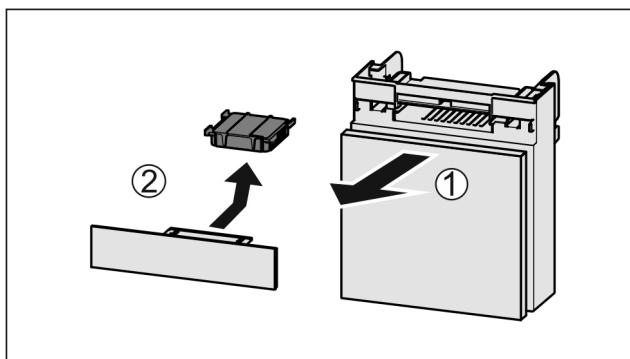

Fig. 155
- Predal izvlecite Fig. 155 (1) naprej.
- Odstranite Fig. 155 (2) aktivni ogleni filter.